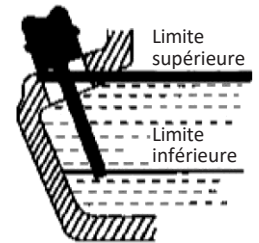

Fig. 3
8. Câble d'embrayage (images 16-17) : Desserrez l'écrou situé sur la vis de régulation pour desserrer le câble au maximum. Vissez la vis de régulation (1) située sur le bras d'embrayage (2) et assurez-vous qu'elle est bien serrée. Ensuite, appuyez sur le bras d'embrayage et insérez le câble dans le trou comme indiqué sur l'image 17. Dévissez le régulateur d'embrayage jusqu'à ce que le jeu du câble d'embrayage soit réduit à moins de deux millimètres, puis serrez l'écrou.
10. Contrôle final et remplissage d'huile (images 19-21) : Vérifiez que toutes les vis et fixations sont correctement mises en place et qu'elles sont bien serrées. Vérifiez que les poignées sont correctement positionnées. Si elles ne sont pas dans la bonne position, ajustez-les. Placez le levier de vitesse en position neutre. Pour que la boîte de vitesses soit lubrifiée, il faut ajouter de la valvoline 80-90. Remplissez la boîte de vitesses jusqu'à ce que l'huile atteigne le niveau supérieur indiqué dans la partie supérieure de la boîte de vitesses. Huile de remplissage : Nous recommandons d'utiliser de l'huile SAE20-50 ou SAE 30 pour les moteurs diesel. Placez le moteur sur une surface plane et remplissez l'huile dans le trou du moteur (bouchon [1] sur l'image 20). La quantité doit être de 1750ml. Vérifiez le niveau d'huile à l'aide de la jauge d'huile. Vérifiez le niveau d'huile avant chaque utilisation. Ajoutez de l'huile dans le filtre à air sous le protecteur jusqu'à ce qu'elle couvre le trou (1) montré sur l'image 21. Ajoutez environ 150ml d'huile.
- Avertissement : Le niveau d'huile doit toujours être à la limite supérieure. (Figure 3)**